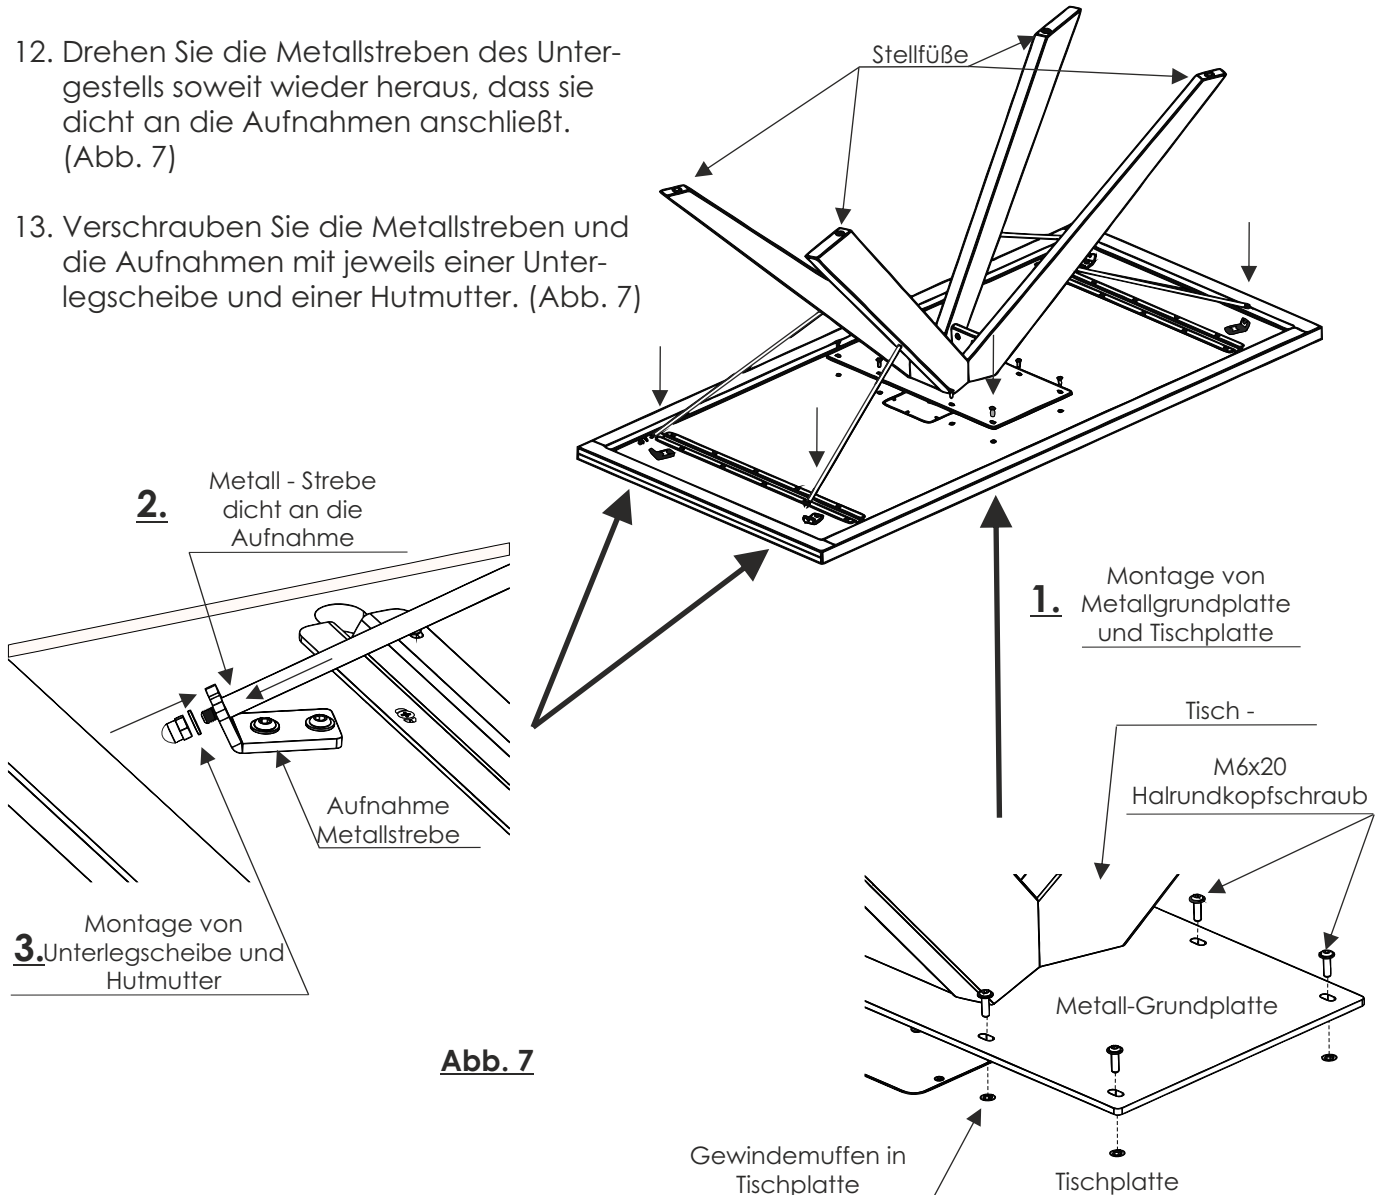

Abb. 7
10. Drehen Sie das Tisch - Untergestell und stellen es mittig auf die Unterseite der Tischplatte. Die Bohrungen der Metall - Grundplatte sollten hierbei mittig über die Gewindemuffen der Tischplatte positioniert sein. Die Metallstreben werden in die „U“ förmige Aussparung der bereits montierten Aufnahmen gesteckt. (Abb. 7)
11. Verbinden Sie Metall-Grundplatte und Tischplatte mit den M6x20mm Halbrundschauben. (Abb. 7)
12. Drehen Sie die Metallstreben des Untergestells soweit wieder heraus, dass sie dicht an die Aufnahmen anschließt. (Abb. 7)
13. Verschrauben Sie die Metallstreben und die Aufnahmen mit jeweils einer Unterlegscheibe und einer Hutmutter. (Abb. 7)